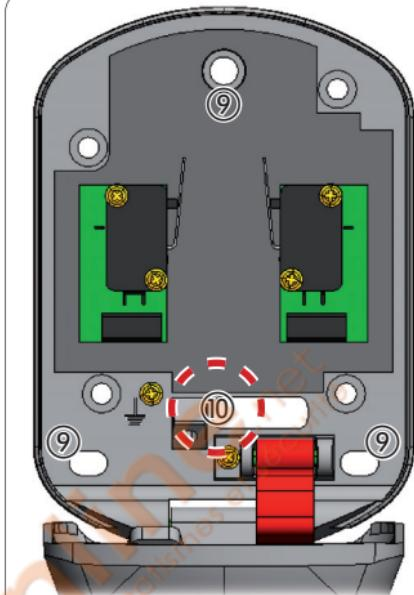

Fig. 4
- Utilizzare lo stesso XK 21 per segnare i riferimenti a parete dei fori da effettuare come indicato in Fig.4 rif (⑨);
ATTENZIONE: Accertarsi che il foro di passaggio dei cavi elettrici e del cavo di sblocco sia di diametro non inferiore a 20 mm e che risulti posizionato come indicato in Fig.4 rif (⑩)
3. Use XK 21 to mark the on-wall references of the holes, as shown in Fig.4 ref. ⑨;
⚠️ IMPORTANT: Make sure that the hole for routing the electric cables and the release cable, has a diameter of not less than 20 mm and is positioned as shown in Fig. 4 ref. ⑩